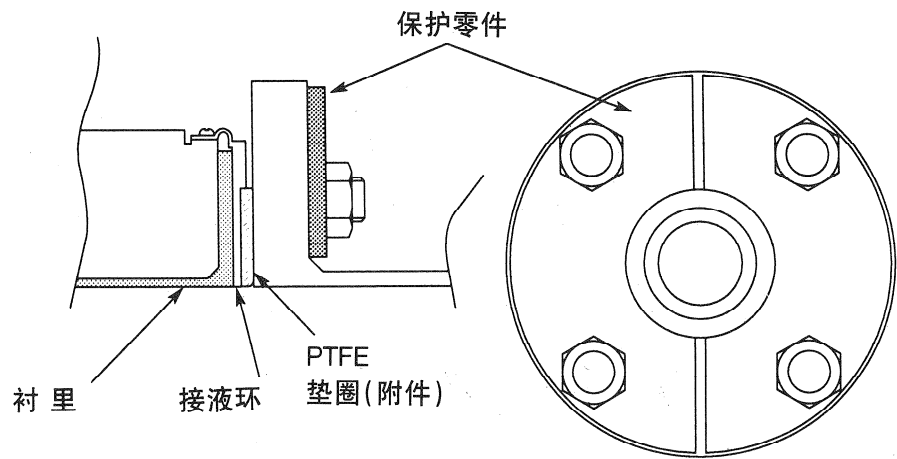

图 2-18 接液环是非 SUS 材质的场合 (使用保护零件)
- 保护零件： 按规定的力矩紧固，可能会发生氯乙烯配管变形或损坏的场合请使用厚度在 1mm 以上的不锈钢材等硬质金属材料作为保护零件。参照图 2-18。
如图 2-18 所示。做到即使用规定的紧固力矩也不会使配管变形或损坏，然后在配管上安装检测器，紧固力矩请参照 2-9 页的 2-1 表。